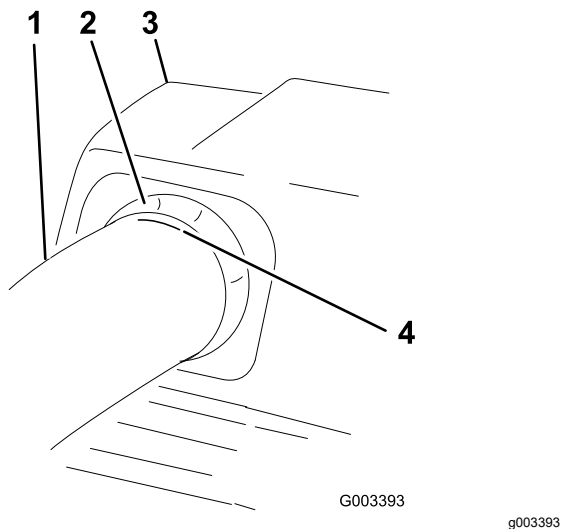

Figure 25
7. Lorsque la distance est correcte, marquez l'extérieur du tube supérieur à l'endroit où le joint en caoutchouc dépasse (Figure 25).
11. Vérifiez que le repère de la Figure 25 est toujours là.